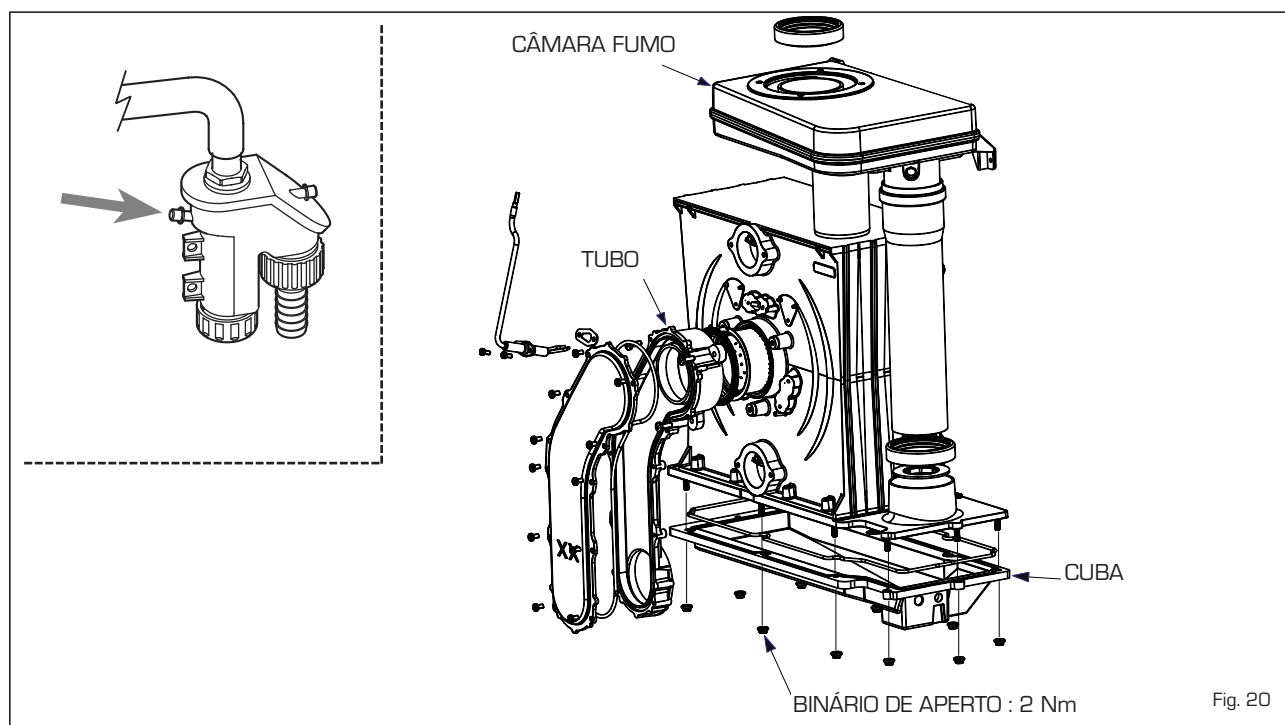

Fig. 20
4.5 MANUTENÇÃO (fig. 20)
necessário que o pessoal técnico autorizado controle se o recipiente de recolha com sifão está cheio de água (esta verificação é especialmente necessária quando o gerador fica parado por muito tempo). Esse enchimento é efectuado através do respectivo tampão (fig. 20).
Para a limpeza do permutador e do queimador, seguir as instruções abaixo (fig. 20):